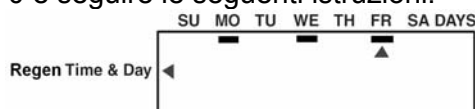

fig. 15
- 6) Premere ↓ per confermarlo, apparirà una sottolineatura sotto al giorno. Nei giorni sottolineati l'addolcitore farà la rigenerazione (fig. 15).